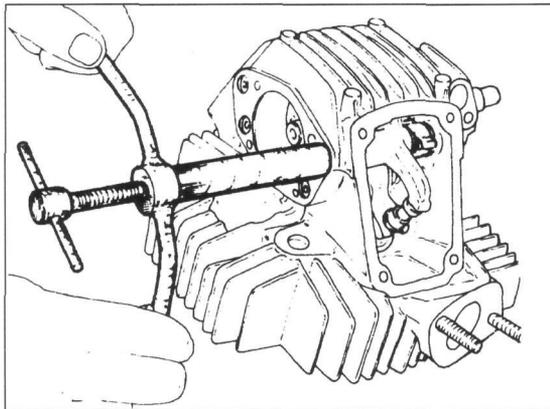

Bild 143
• Die Kipphebelachse des Öffners mit DUCATI-Werkzeug 88713.0120 ausziehen (Bild 143). Da-